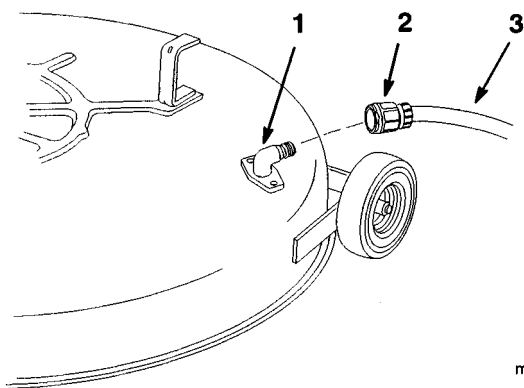

Fig. 54
2. Avvitare il giunto per tubo flessibile all'estremità del raccordo di lavaggio del tosaerba, ed aprire completamente l'acqua (Fig. 54).